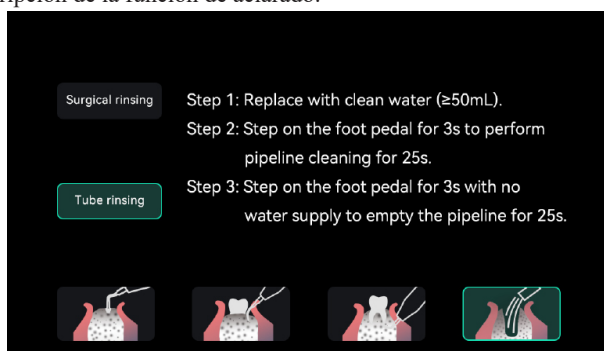
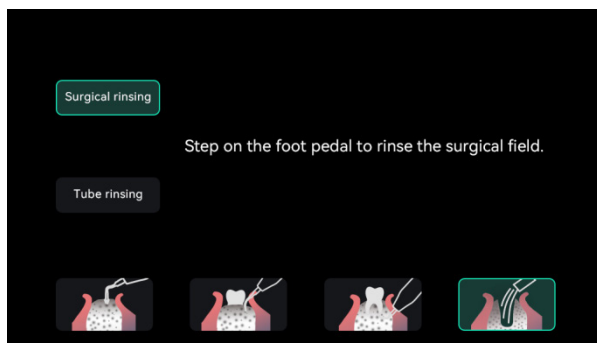

Fig.10
Fig.11
Como se muestra en las Fig.10 y Fig.11, cuando se selecciona el modo "Aclarado" en el marco verde, el aparato está en modo de aclarado. En este modo, el aparato sólo tiene la función de salida de agua y no se emite ninguna vibración ultrasónica. Se divide en modo "Aclarado de tubos" y modo "Aclarado quirúrgico". El modo "Enjuague del tubo" mostrado en la Fig.10, se utiliza para enjuagar la tubería con agua limpia después de la operación; el modo "Enjuague quirúrgico" mostrado en la Fig.11, permite ajustar la cantidad de salida de agua cada vez que se pisa el pedal.
7.1.2.4 Función de enjuague del tubo (Fig.10)
7.1.2.5 Función de enjuague quirúrgico (Fig.11)